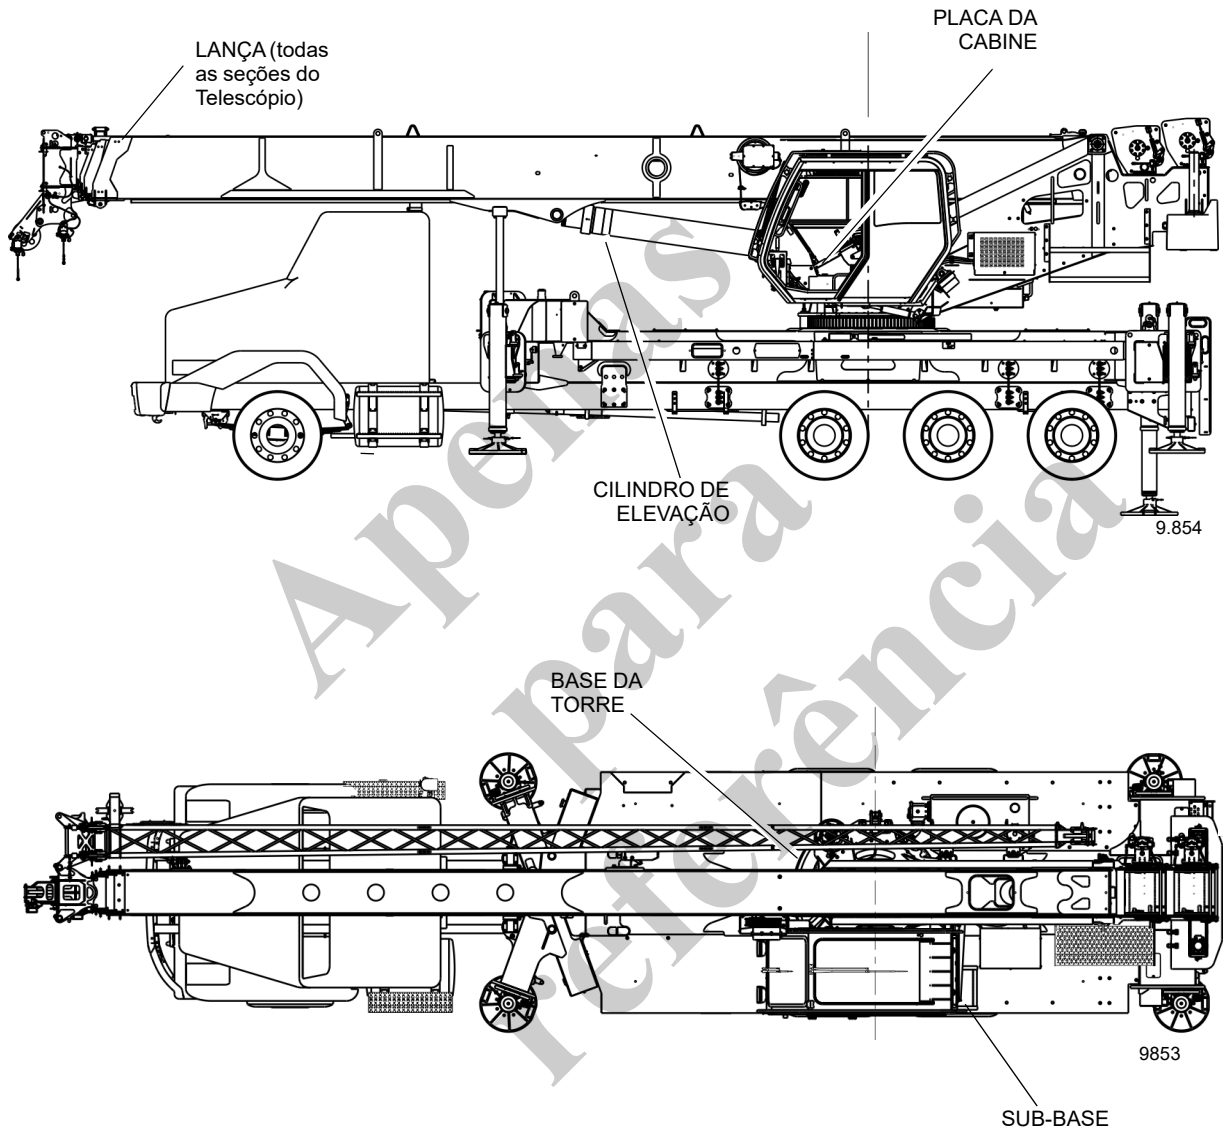

FIGURA 9-1
- **Identificação do número de série**—A Figura 9-1 mostra as localizações típicas do número de série para os componentes principais do guindaste.